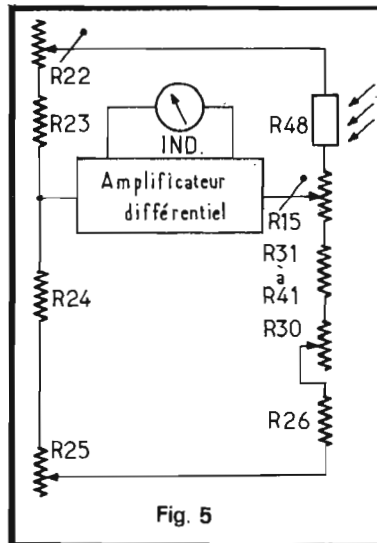

Fig. 5
a) **Le circuit mesure**, utilise un montage en pont pour déterminer le temps d'exposition. Figure 5, nous donnons le schéma de principe de ce montage.